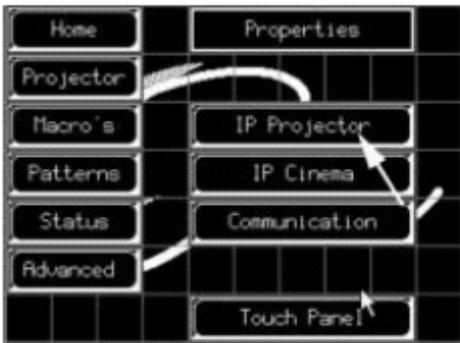

图 11-10 选择的数字放映机 IP 地址
1. 按“IP Projector”（数字放映机IP地址）按钮。(图 11-10)